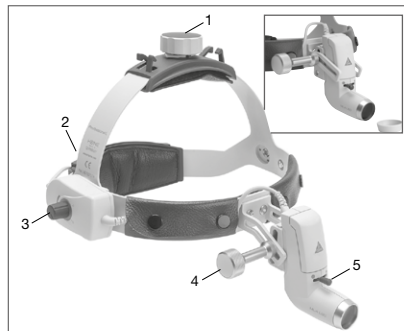

Bild 2 Pannband Professional L
Anpassning av **pannbandet Professional L** (se bild 2): För anpassning till huvudets omkrets kan pannbandet göras större eller mindre genom att vrida på vridhjuln upptills (1) och baktills (2).
Val av synvinkel och synfält (bild 2)